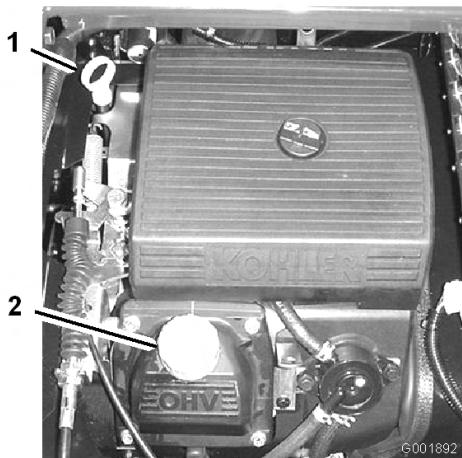

図 46
2. ディップスティックを抜き、ウェスで一度きれいに拭く(図46)。ディップスティックを、チューブの根元までもう一度しっかりと差し込む。引き抜いて油量を点検する。
3. オイルの量が不足している場合は、バルブ・カバーについている補給口のキャップ(図46)を取り、ディップスティックの FULL マークまで補給する。補給するときは、ディップスティックで確認しながら少量ずつ入れる。入れすぎはよくない。
8. 所要量の約 80% のオイルを補給口から入れる(図 46)。